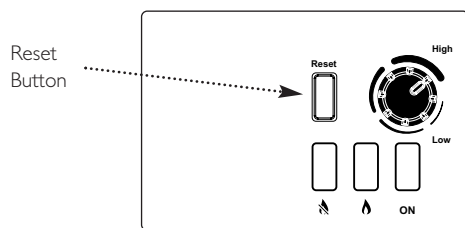

Fig. 7
5. Press the Reset Button (Fig. 7).